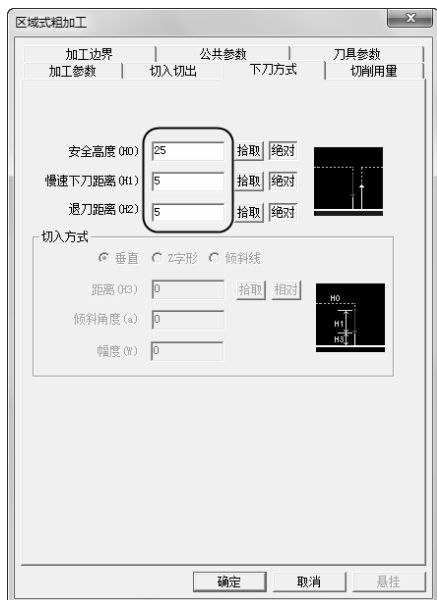

图 2-50 “下刀方式”选项卡
3) 单击“下刀方式”选项卡，设置“安全高度”、“慢速下刀距离”、“退刀距离”具体参数数值如图 2-50 所示。